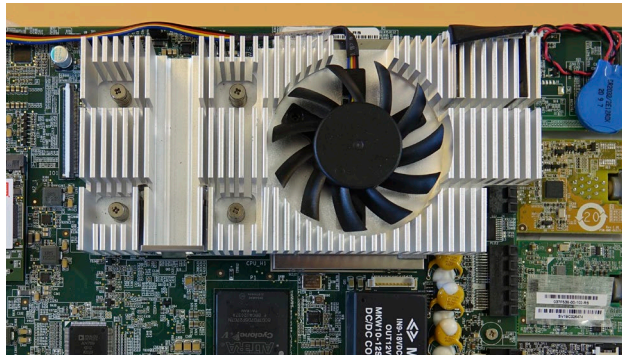

Figura 25 Instalar o ventilador
- e) **Instale o novo ventilador com o cabo virado para a borda superior da unidade de visualização (Figura 25)**